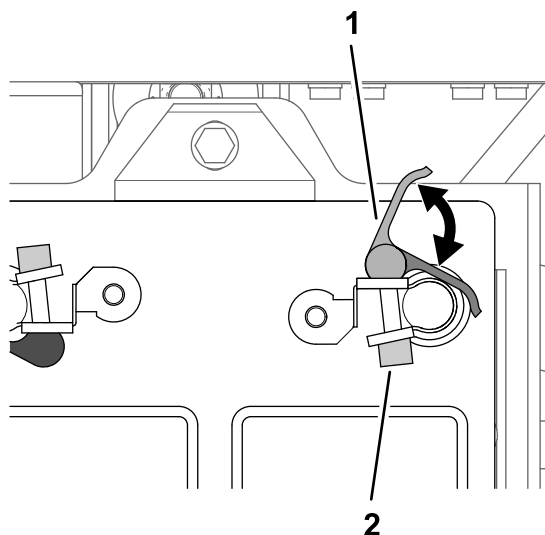

Figure 210
- Ouvrez la poignée du collier de connexion rapide à poignée de verrouillage noire (Figure 210).
- Fermez la poignée de verrouillage du collier de connexion rapide (Figure 210).